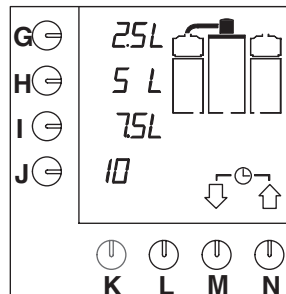

Fig. 5 Affichage avec les options par défaut
- Le témoin lumineux de l'interrupteur s'allume. Les options par défaut s'affichent sur l'écran de contrôle (fig. 5).